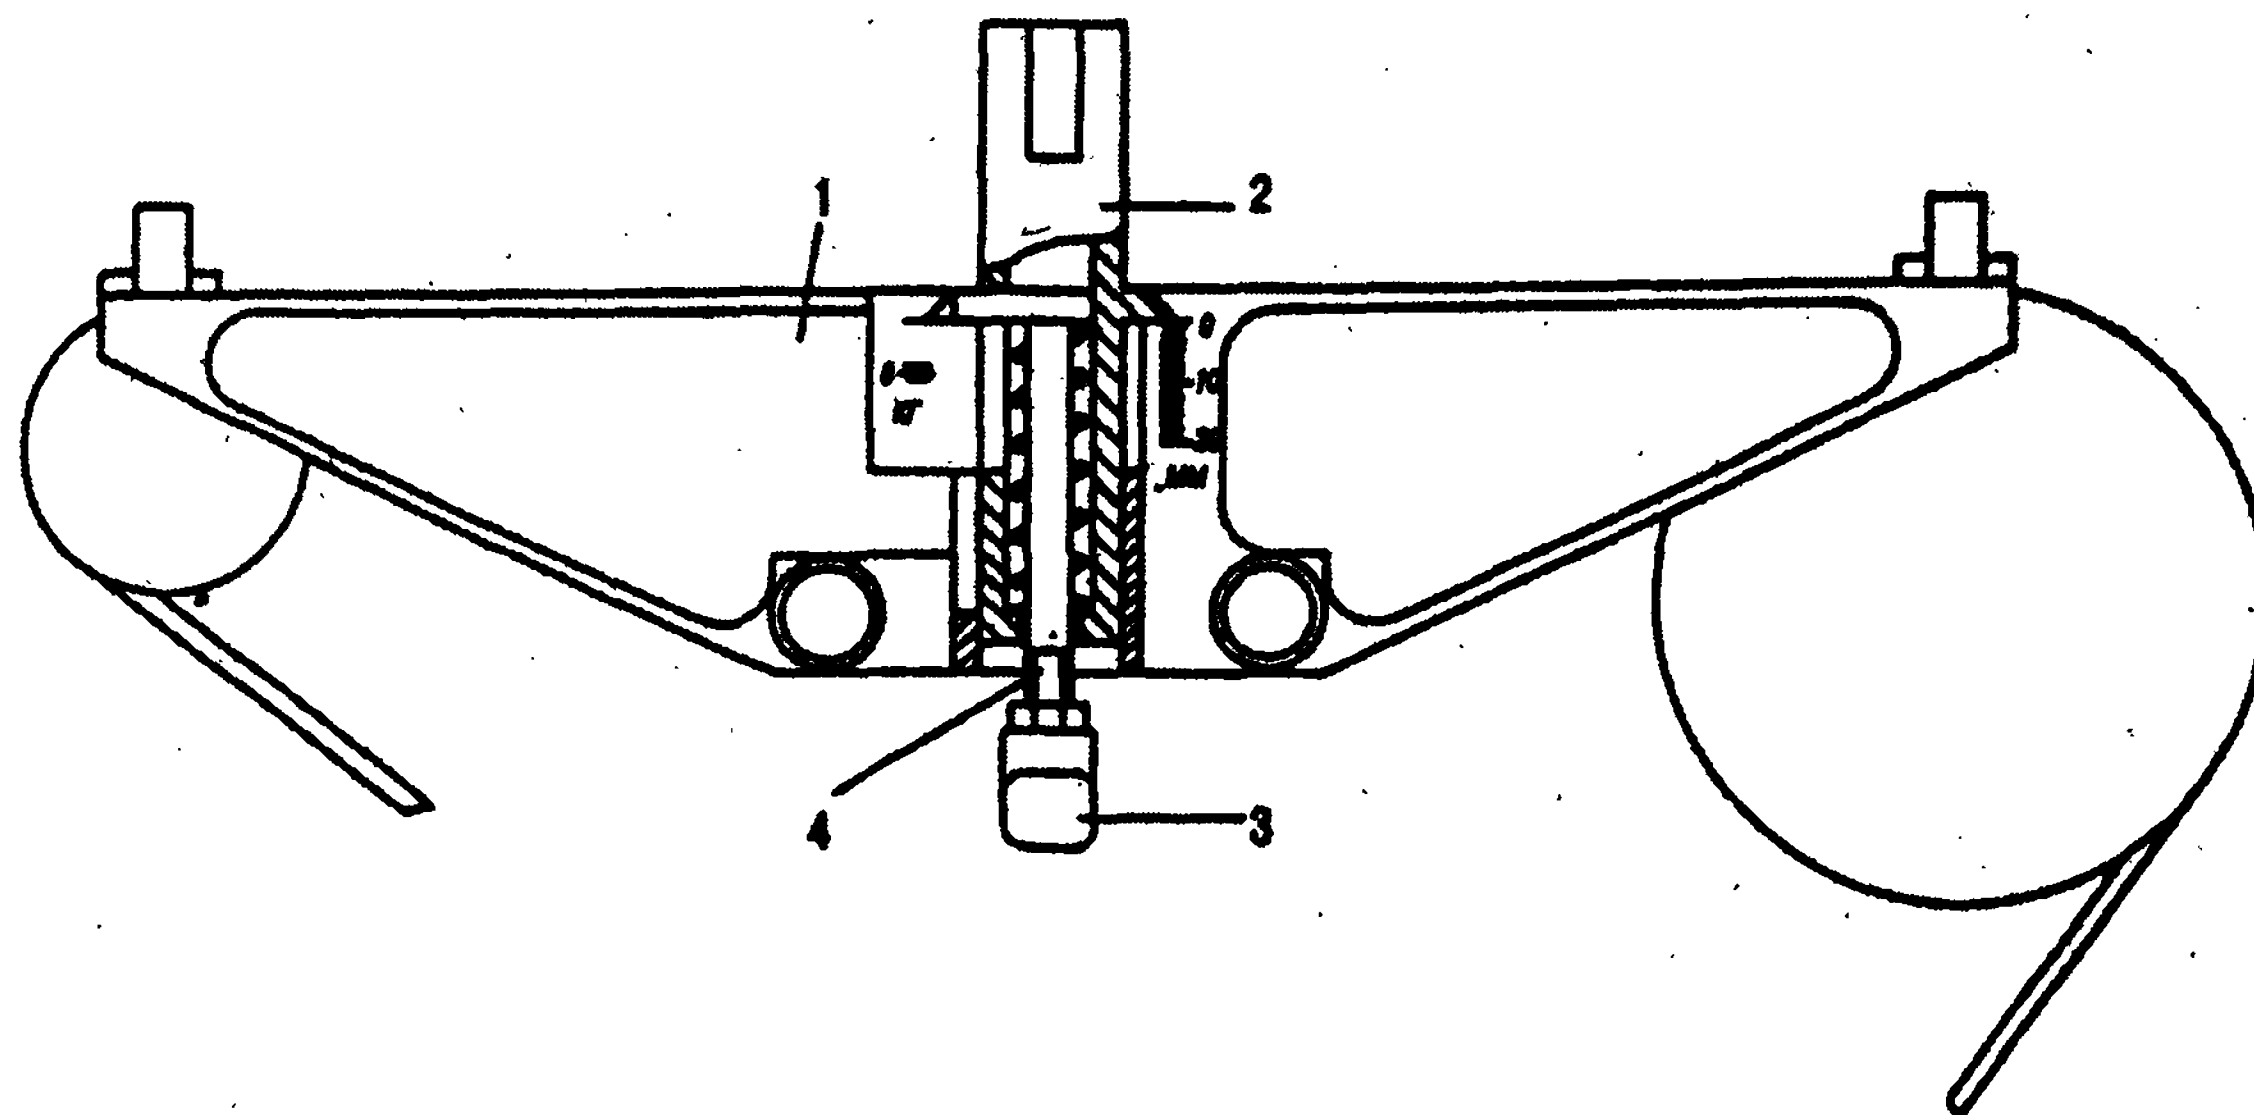

Рис. 6.34. Проверка натяжения ремня привода агрегатов измерительным калибром: 1 - корпус; 2 - плунжер; 3 - ручка; 4 - шток
- установить калибр на ремень так, чтобы лапки корпуса 1 (рис. 6.34) опирались на ремень, находящийся в ручьях шкивов водяного насоса и генератора, а кронштейн, жестко закрепленный на плунжере 2, опирается на ремень посередине шкивов;